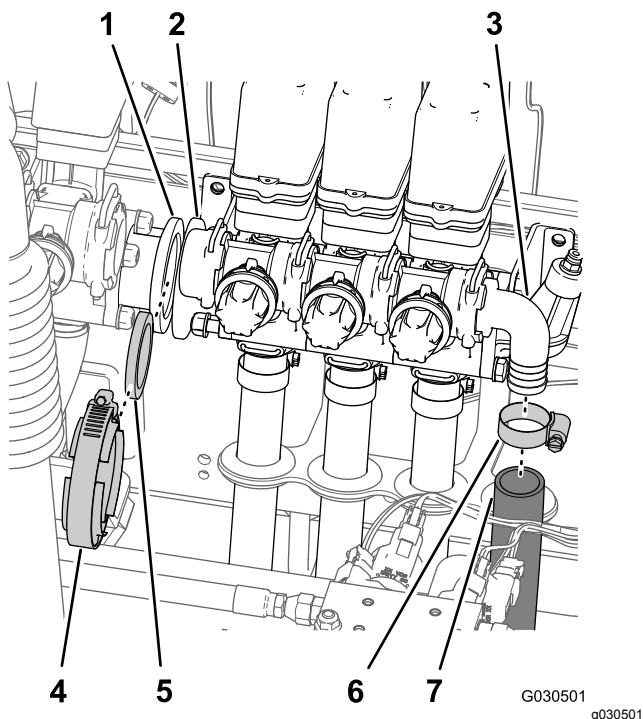

Figura 64
gomito dentellato e rimuovete il flessibile dal raccordo (Figura 64).
7. Rimuovete il morsetto flangiato e la guarnizione che fissano l'adattatore flangiato sulla valvola dell'agitatore e l'adattatore della flangia sulla valvola di sezione delle barre (Figura 64).